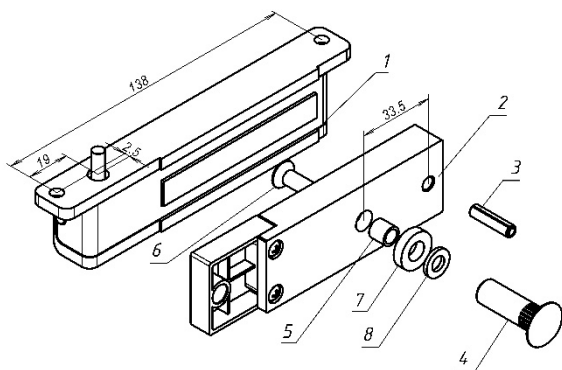

Рисунок 1
3.1 Комплект поставки (рисунок 1):
- корпус (1) - 1 шт.
- якорь (2) - 1 шт.
- комплект крепления якоря: штифт (3), втулка (4), втулка проходная (5), винт М6х35 (6), кольцо уплотнительное (7), шайба (8).
4.5 Витн крепления якоря (поз.6 рис.1) необходимо затянуть с усилием, достаточным для исключения его отворачивания в процессе эксплуатации. Рекомендуется ставить витн на стопорящий герметик типа «Анатерм» или на нитрокраску НЦ.